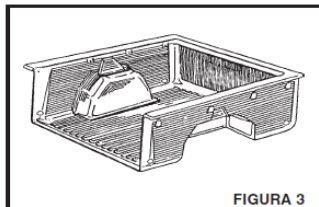

FIGURA 3
PASO 4 (FIGURA 3)
Centre el protector sobre la compuerta. Prosiga con la alineación de los agujeros prebarrenados del protector de la compuerta (Ver Figura 3) y los ocho agujeros en la compuerta de la camioneta.
Con los ocho tornillos más un destornillador de cruz Phillips provistos en el equipo de instalación, (Ver FIGURA 3), asegure el protector a la compuerta de la camioneta.